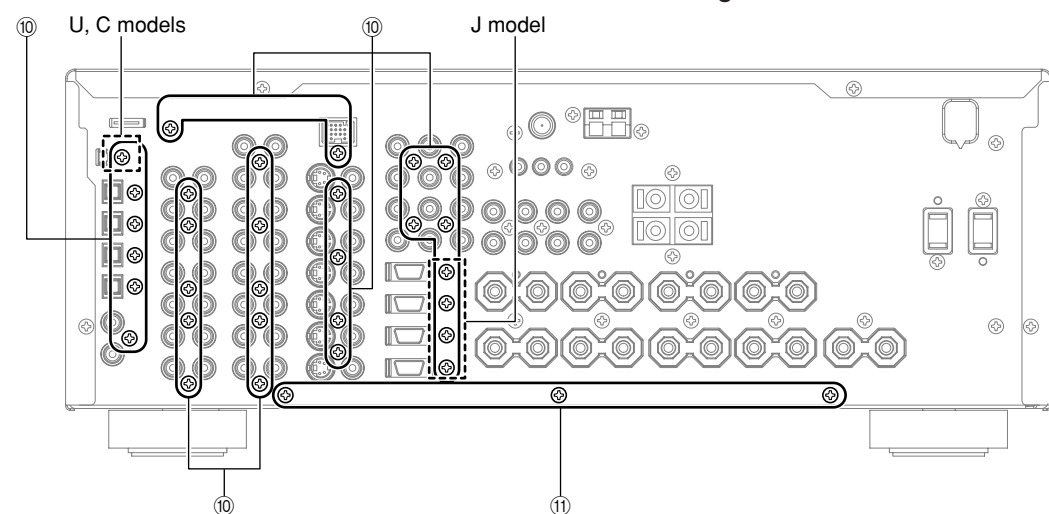
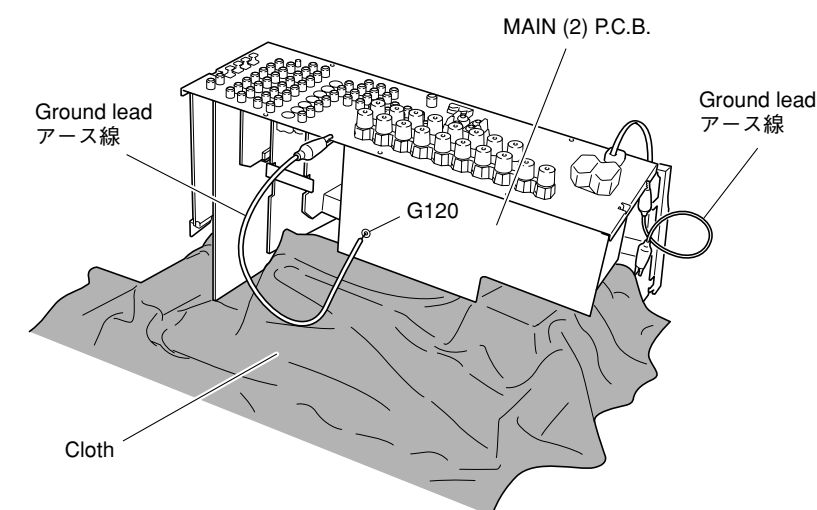

Fig. 4
Fig. 6
- ⑩のネジ29本を外します。(Fig. 4)
- Remove 3 screws (⑩). (Fig. 4)
- Remove 1 screw (⑫), 1 screw (⑬) and 1 screw (⑭).
- Holding the rear panel, raise the MAIN (2) P.C.B. so that its bottom face can be seen. (Fig. 6)
- リアパネルを持ち上げて、MAIN(2)P.C.B.の裏側が見えるように起こします。(Fig. 6)